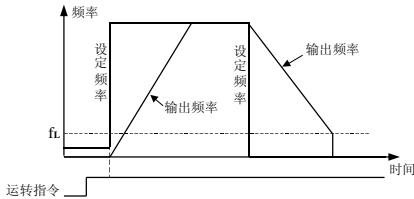

图 8-8 用下限频率控制电机的起停
- 0 变频器停机 当实际设定频率低于下限频率时 变频器将减速停机 此时 利用下限频率可实现对电机的起停控制 如图 8-8 所示